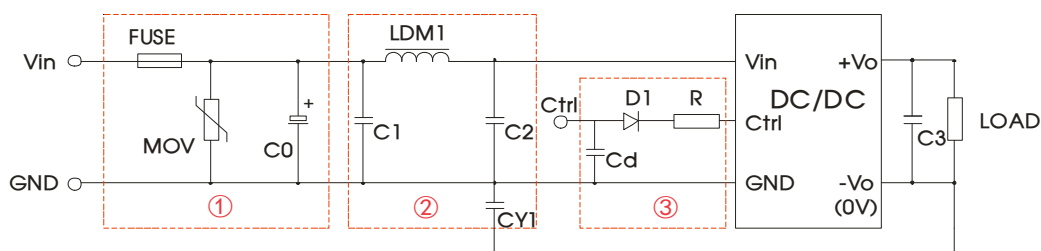

图 3
辐射骚扰	CISPR32/EN55032 CLASS B (推荐电路见图 3-②)
- ①图 3 中第①部分用于 EMS 测试; 第②部分用于 EMI 滤波, 可依据需求选择;
- ② $V_C$  为 Ctrl 端相对于输入地 GND 的电压,  $V_D$  为 D1 的正向导通压降,  $I_C$  为流入 Ctrl 端的电流, 一般取 5-10mA, Ctrl 端外围电路如图 3-③;
- ③若图中元器件无附其参数说明, 则此型号外围中不需要这个元器件。